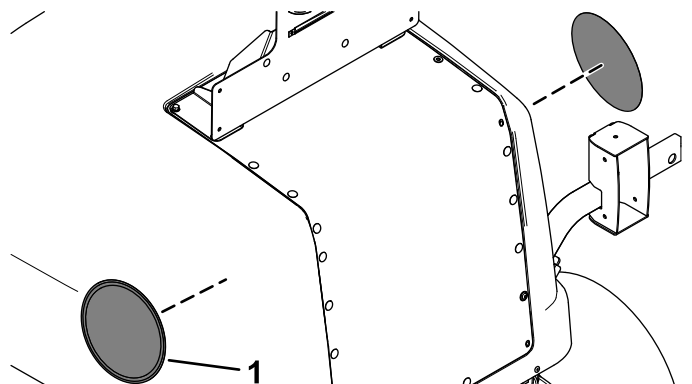

Bild 27
15. Bringen Sie Geschwindigkeitsaufkleber auf jeder Seite der Haube an (**Bild 27**).